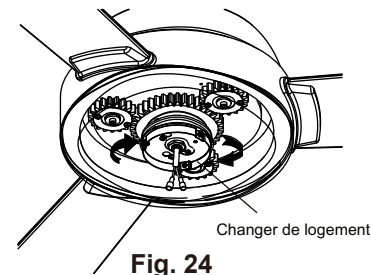

Fig. 24
**Étape 2.** Placez les deux trous de fente sur le boîtier de l'interrupteur sur les deux (2) vis préalablement desserrées de la plaque de montage. Faites pivoter le boîtier de l'interrupteur jusqu'à ce qu'il se verrouille en place à l'extrémité rétrécie des trous clés. (Fig. 24)